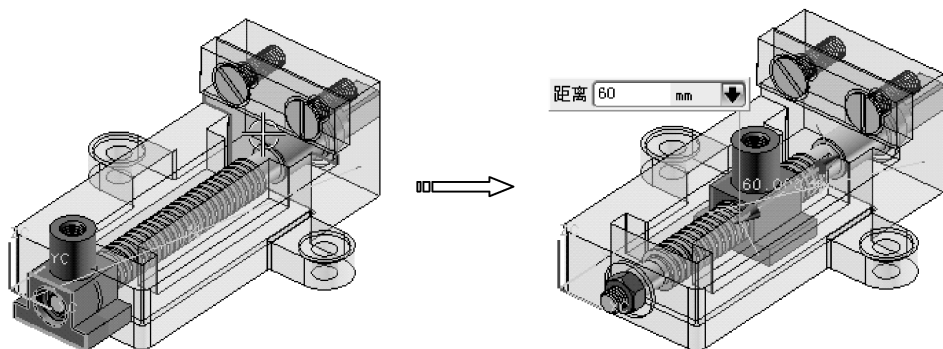

图 7-100 选择距离约束对象
- 22 以【距离】约束类型选择方块螺母端面和底座内表面作为距离约束对象，并在【距离】文本框内输入值 60，按下【Enter】键，完成距离约束，如图 7-100 所示。